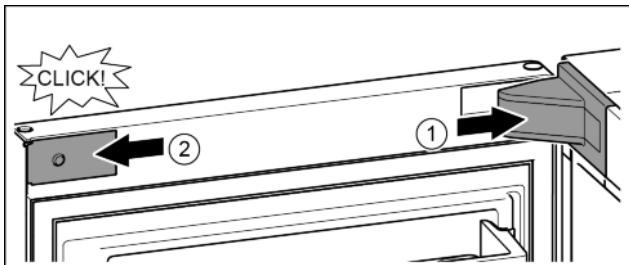

Fig. 23
- Uzlieciet un nofiksējiet gultna balsta pārsegu, ja nepieciešams, uzmanīgi atspiediet. Fig. 23 (1)
- Sānos pieleciet un nofiksējiet aizsegū. Fig. 23 (2)